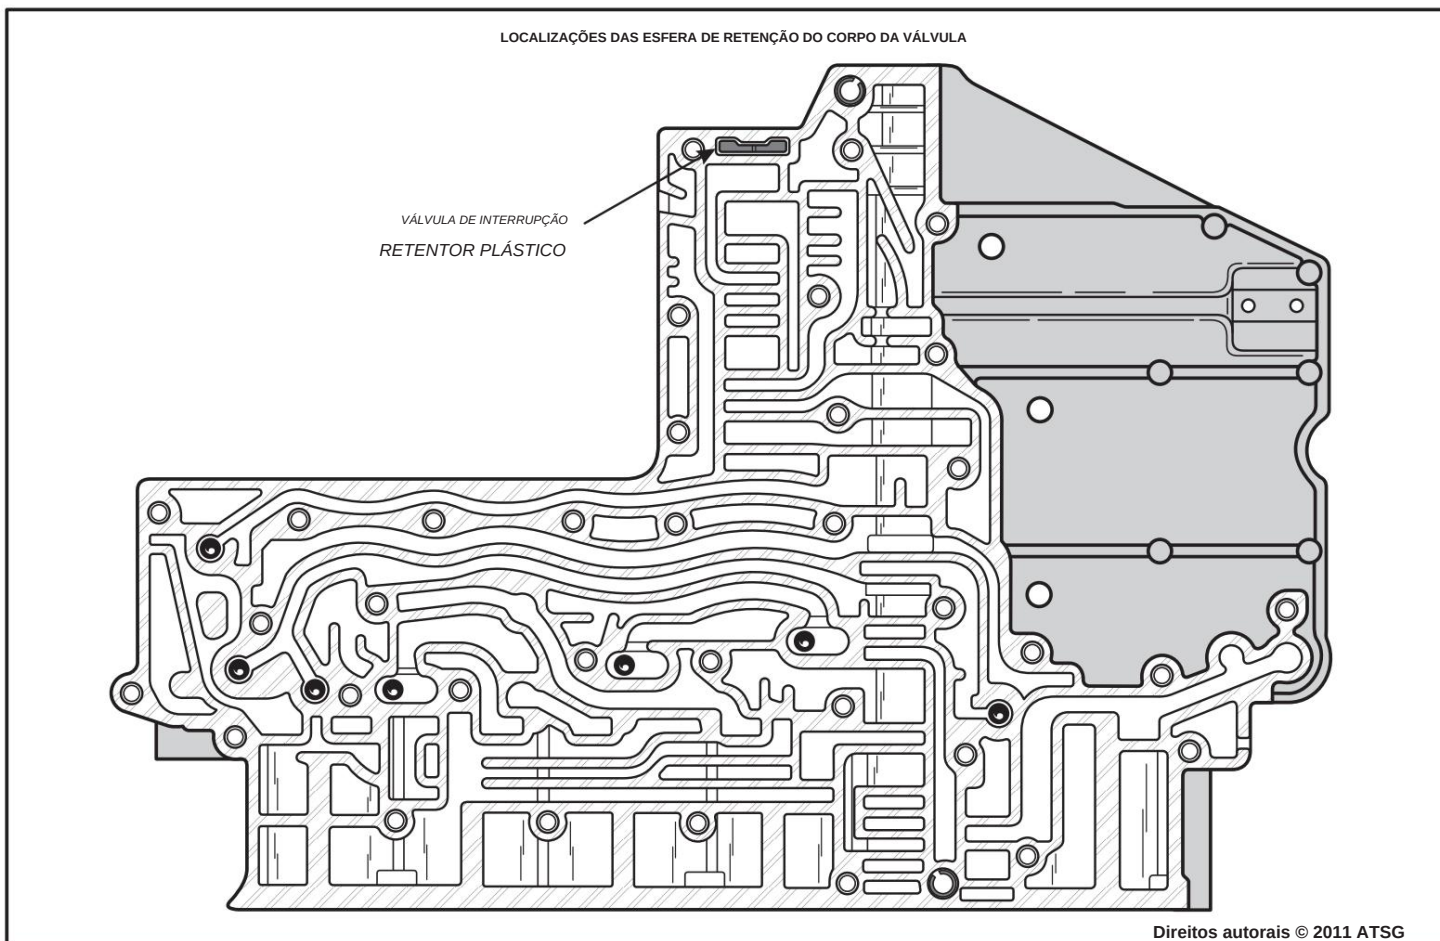

Figura 124
8. Certifique-se de que a válvula do interruptor solenóide e os 3 plugues estejam livres no furo e que o retentor plástico da válvula do interruptor solenóide ainda esteja no lugar, conforme mostrado na Figura 124.
10. Coloque o corpo da válvula sobre uma superfície plana e instale as 7 esferas de retenção nos compartimentos apropriados, conforme mostrado na Figura 124.